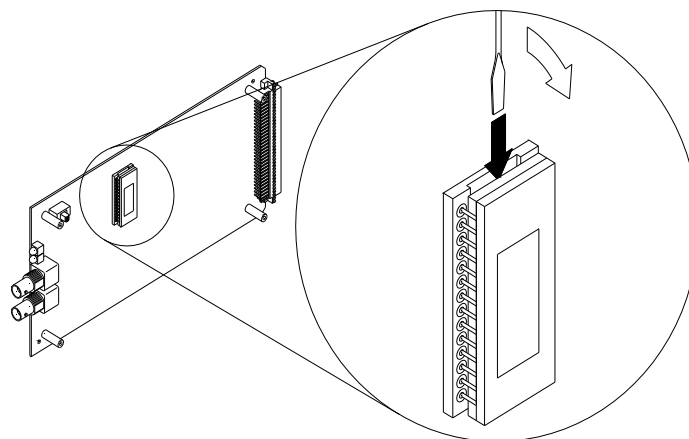

图 5-6: 拆卸 125792-01 固件集成芯片
1. 如图 5-6 所示，用一把小平口螺丝刀插入到集成芯片两侧的底部边缘。图 5-6 还展示了集成芯片的大致位置，但其方向则不一定。